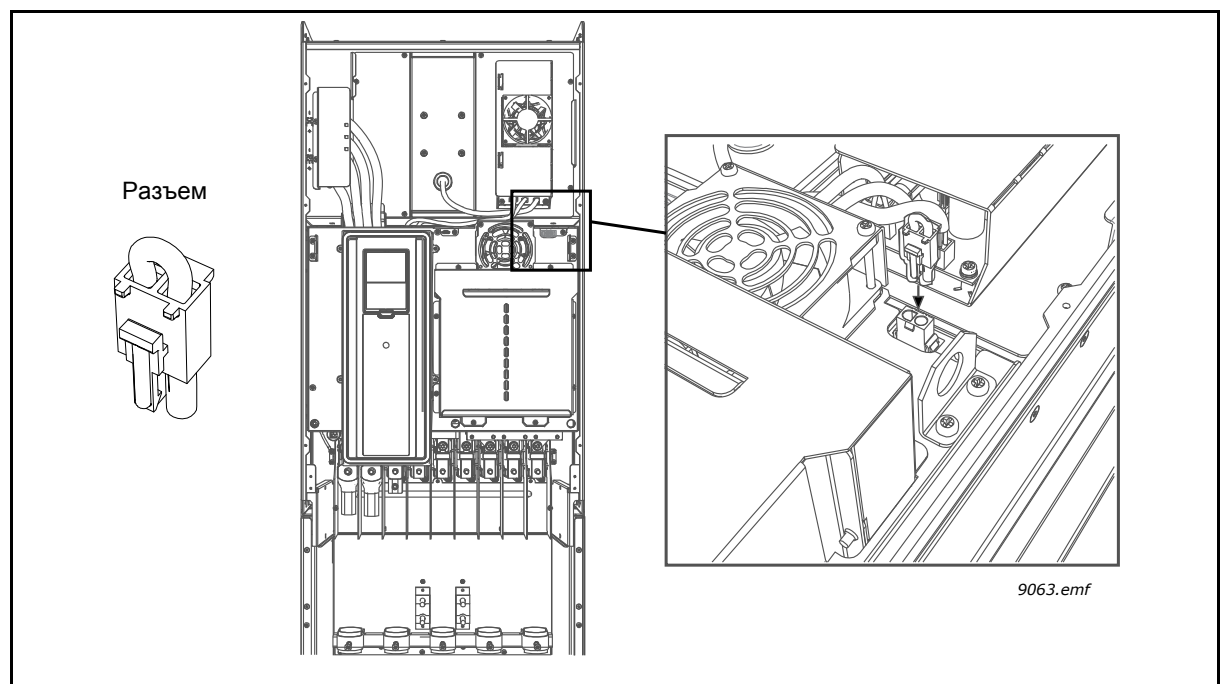

Рис. 66. Установка разъема
**1** Найдите в пакете с дополнительными принадлежностями разъем. Снимите с привода переменного тока главную крышку и найдите место для этого разъема рядом с вентилятором. Нажав на разъем, установите его на место. См. Рис. 66.